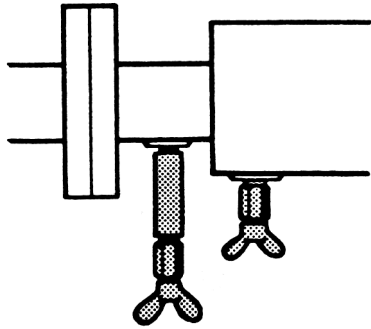

Fig 59.
5. För avtappning av kondensvattnet respektive kylvattnet skall en eller flera kranar monteras i avgasledningens och mantelsystemets lägsta punkter (fig 59). Om någon avtappningskran på grund av båtens konstruktion blir svåråtkomlig kan kranen med hjälp av en gummislang placeras på lämpligt ställe. Till avgasledningen fordras på grund av den höga temperaturen en lång slanganslutning vilken svetsas eller skruvas fast. Observera vid montering av slangen att denna får sådan lutning att någon vattenficka ej uppstår.